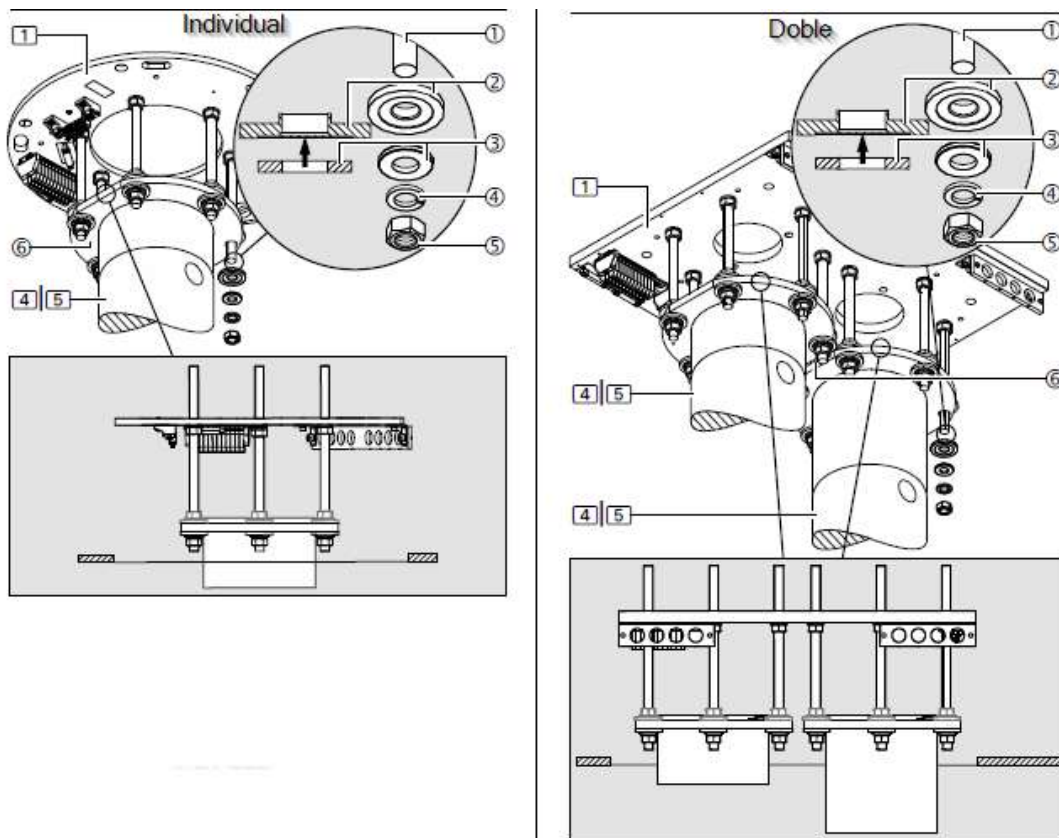

Abb.35 Montage der Deckenrohrschelle auf den Gewindebolzen
Abbildung 35 zeigt eine vereinfachte Darstellung der Deckenrohrschelle ⑥ zur Montage an den Gewindebolzen. Andere Komponenten wie Ausleger, Kabel usw. sind nicht dargestellt.
Bei der Montage von Doppelsystemen ist zu beachten, dass die Flansche der Dachrohre (6) eine abgeschrägte Oberfläche haben, um sicherzustellen, dass sie auf gleicher Höhe montiert werden können. Montieren Sie sie so, dass die abgeschrägten Oberflächen miteinander ausgerichtet sind, wie in Abbildung 35 rechts dargestellt.
- Setzen Sie die Flansch der Deckenrohre (6) auf die 6 Gewindebolzen M16/M20 (1) der Schnittstellenplatte (1).
- Entfernen Sie das zuvor angebrachte Klebeband oder Gummiband von den Gewindebolzen (1).
- Legen Sie für jede Gewindebolzen M16/M20 ① 1 Kunststoff-Isolierscheibe ② (wie in Abbildung 35 dargestellt) so ein, dass die Unterlegscheibe mit einem Außendurchmesser von 34 mm ③ (siehe Pfeil in der Detaildarstellung in Abbildung 35) auf der Kunststoff-Isolierscheibe ② aufliegt.
- Setzen Sie für jede Gewindebolzen M16/M20 ① 1 Unterlegscheibe mit einem Außendurchmesser von 34/50 mm ③, 1 Federscheibe ④ und 1 Sechskantmutter M16/M20 ⑤ auf.